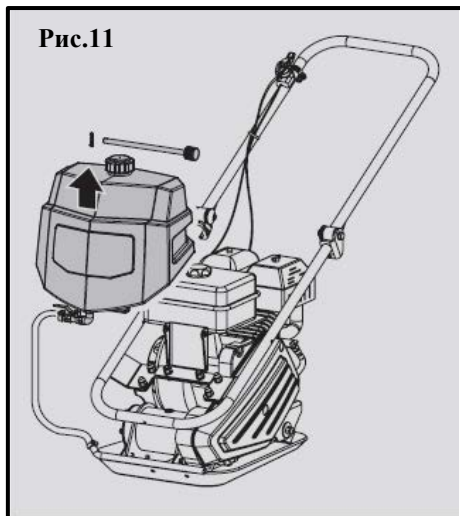

Рис.11
- Снимите бак для воды(Рис.11).